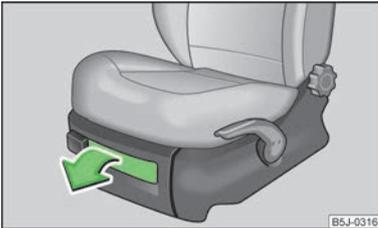

Abb. 67
- » Zum Öffnen der Klappe den Griff ziehen » Abb. 67.